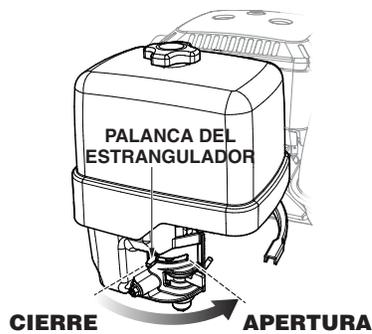

Figura 14. Palanca del estrangulador (abierto)
7. Si el motor ha arrancado y la palanca del estrangulador se ha movido a la posición **cerrada** para arrancarlo, muévela gradualmente a la posición **abierta** (Figura 14) a medida que el motor se calienta. Si el motor no ha arrancado, repita los pasos del 1 al 6.